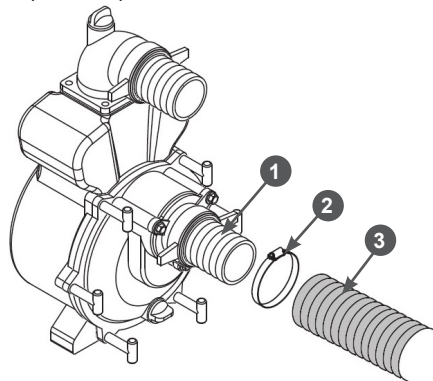

Рис. 10. Установка всасывающего рукава
2. Наденьте до упора всасывающий рукав 3 на патрубок 1 впускного фланца и зафиксируйте его хомутом 2 (Рис. 10).